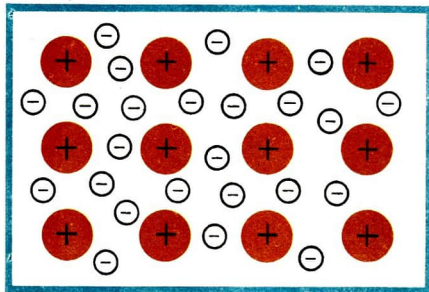

Abb. 30 Modell der Anordnung von Metall-Ionen und Elektronen im festen Metall
Unter Normbedingungen sind alle Metalle außer Quecksilber feste Stoffe mit kristallinem Bau. Die Außenelektronen von Metallatomen werden nur gering durch die Kräfte des Atomkerns beeinflusst. So kann man sich in festen Metallen räumlich geordnete Metall-Ionen als Grundgerüst vorstellen. Zwischen den Metall-Ionen bewegen sich Elektronen, die keinem bestimmten Metall-Ion zuzuordnen sind (Abb. 30). Mit diesen Vorstellungen wird das Modell vom Atomverband bei Metallen aus Klasse 7 weiterentwickelt. ⑥